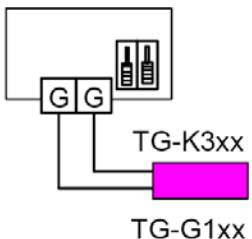

Figura 3: Poziționarea comutatoarelor și conexiunile pentru punct de referință intern și senzor extern\*
**Observație:** Când se folosește un senzor extern, funcția echivalentă de senzor din PULSER trebuie dezactivată. Acest lucru se face poziționând comutatoarele DIP din partea dreaptă a regletei de terminale așa cum se arată în figura 3.